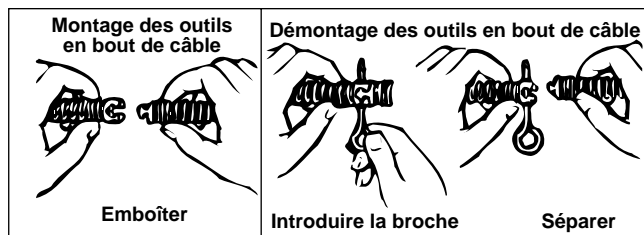

Figure 5 – Montage et démontage des outils
6. Sélectionnez et montez l'outil approprié en bout du câble. Son raccord rapide s'emboîte directement sur celui du câble (Figure 5). Pour démonter l'outil du bout du câble, enfoncez le piston de verrouillage du raccord à l'aide de la broche fournie, puis séparez les raccords.